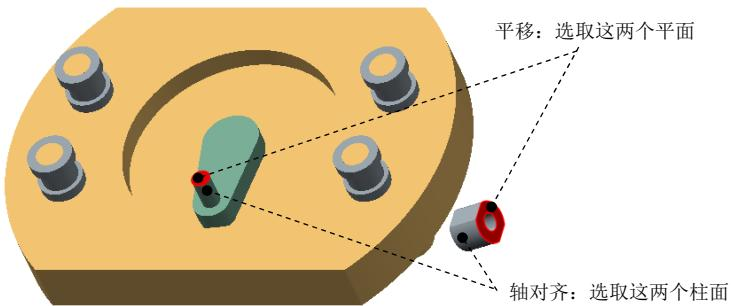
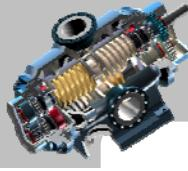

图 9.4.14 创建销 (Pin) 连接
图 9.4.15 定义“轴对齐”约束
Step7. 引入元件 RING02.prt，并将其调整到图 9.4.14 所示的位置。
(1) 在“元件放置”操控板的机械连接约束列表中选择 销 选项。
(2) 定义“轴对齐”约束。单击操控板中的 **放置** 按钮，分别选取图 9.4.14 中的两个柱面为“轴对齐”约束参考，如图 9.4.15 所示。
(3) 定义“平移”约束。分别选取图 9.4.14 中的两个平面为“平移”约束的参考，如图 9.4.16 所示。